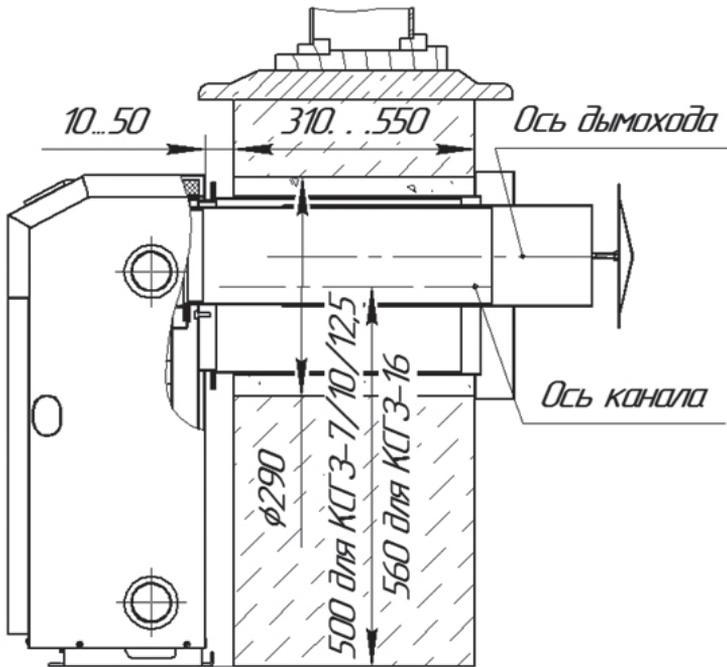

Рисунок 6 - Схема установки котла
7.7. В наружной стене на высоте 500 мм для котлов модели PRESIDENT-7, PRESIDENT-10 и на высоте 560 мм для котлов модели PRESIDENT-12,5 и PRESIDENT-16 (см. рис.6) от несгораемого покрытия пола выполнить отверстие $\varnothing 290$ мм (не менее), при этом учесть, что для обеспечения демонтажа устройства газогорелочного (рис.3) на расстоянии не менее 0,5 м от котла не должно быть никаких строительных элементов или стационарно установленного оборудования;